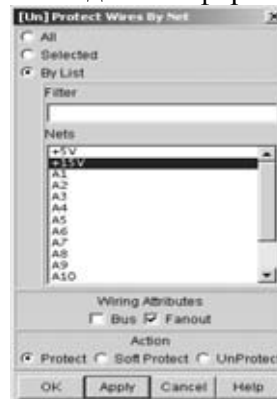

Рис.9.6.6
4. Командами **Edit/[un]Fix Nets** можно зафиксировать цепи, которые разведены и не требуют разводки. Если надо зафиксировать частично разведенную цепь или отменим автоматическую трассировку, например, цепи +15 v, надо выполнить команды **Edit/Protect Wires By/Net**, в открывшемся окне выбрать **By List**, выделить в списке +15 v, поставить галочку в окне **Fanout** и нажать кнопки **Apply** и **OK** (рис. 9.6.6). При этом в нижней части рабочего поля программы **SPECSTRA** выводится построчно вся введенная командами информация.